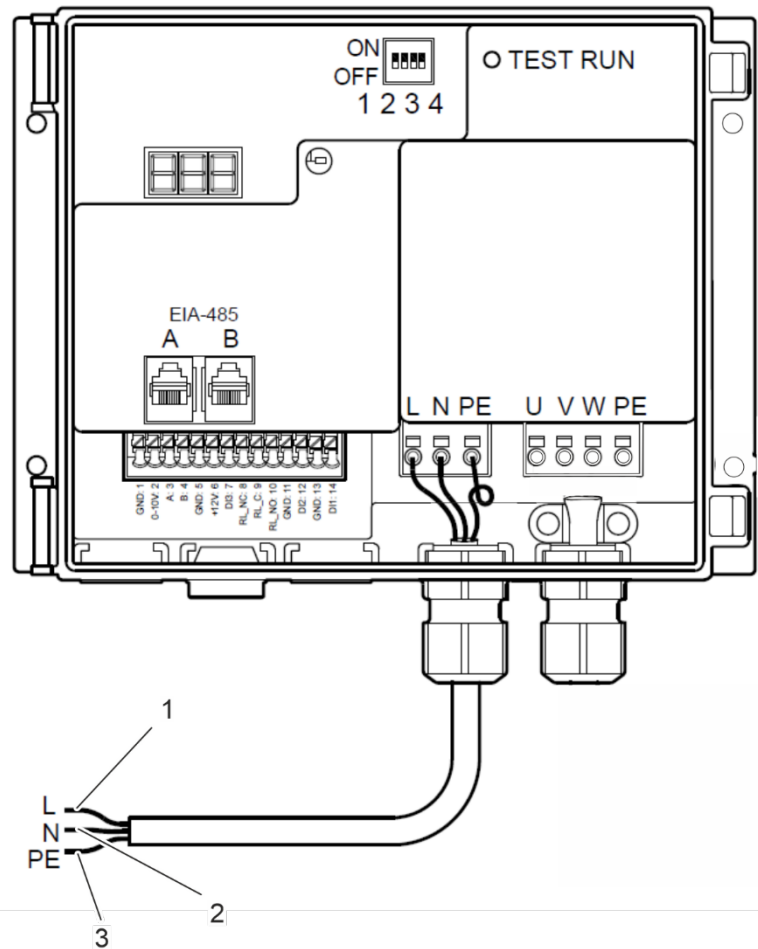

Abbildung 97: Stromversorgungskabel
9. Schließen Sie Phasenkabel (Abbildung 97/1), Nullleiter (Abbildung 97/2) und Schutzleiter (Abbildung 97/3) an die Spannungsquelle an.